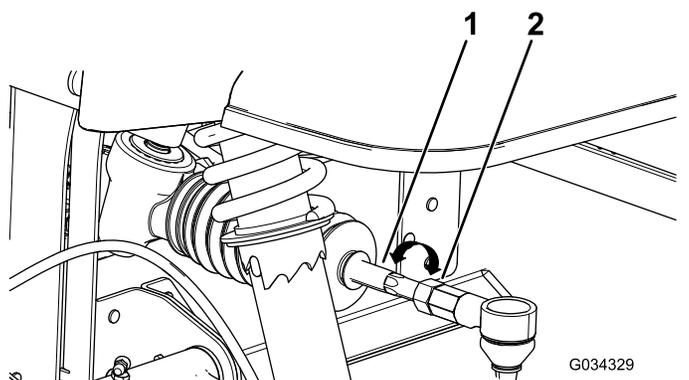

Figura 48
4. Se la misura non rientra nel campo specificato di 0 ± 3 mm, allentate i controdadi all'estremità esterna dei tiranti (Figura 48).